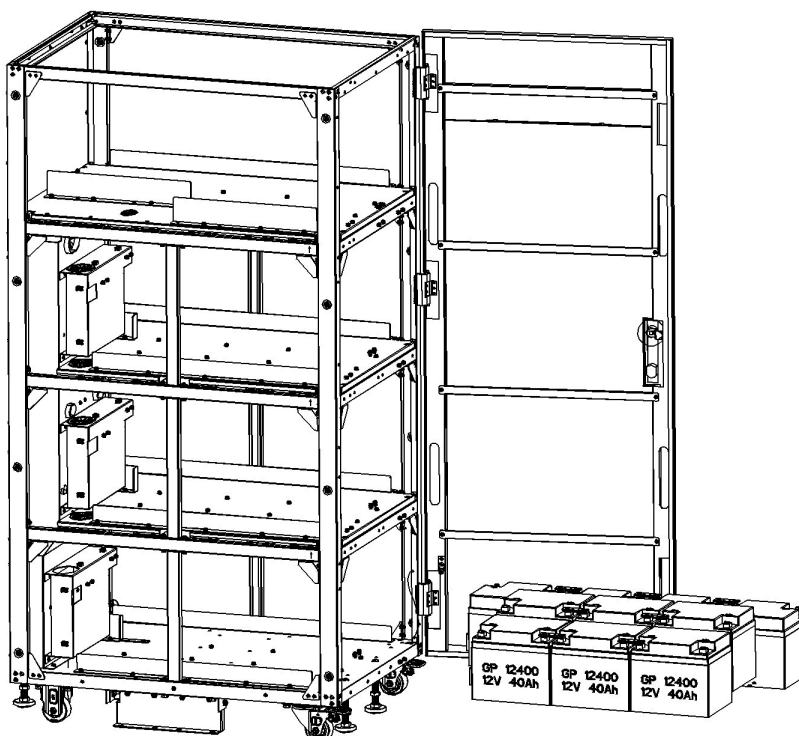

Figure 5-46
4. Installer 10 modules de batteries dans la couche1. (Figure 5-46).